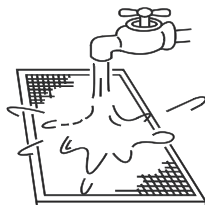

Fig.6-4
- b. O lado da entrada de ar deve estar virado para baixo quando se use água limpa. (Ver Fig. 6.4).